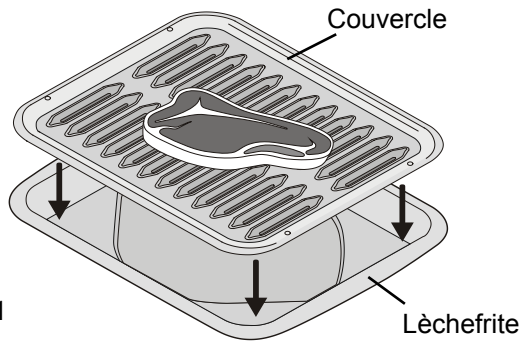

Fig. 1
- Utilisez les casseroles et les positions de grille recommandées pour chaque type de viande préparé -page 24, Figs. 1 & 2-.